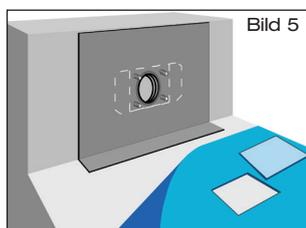

Bild 5
1.5 Dampfsperrbahn aus **Bitumen** oder **Kunststoff** ausrollen. Im Bereich des Schiebeflansches Dampfsperrbahn quadratisch ausschneiden (Bild 5). Aussparung \square 160 mm. Dampfsperrbahn zurückrollen.